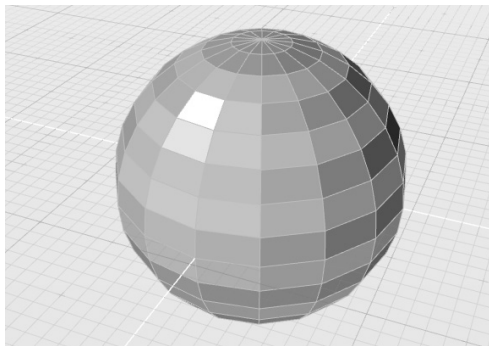

图 6-36 隔行链选多圈曲面
6) 用户可按此操作进行隔行链选, 如图 6-36 所示。选择完毕后可按空格键退出高级选择。